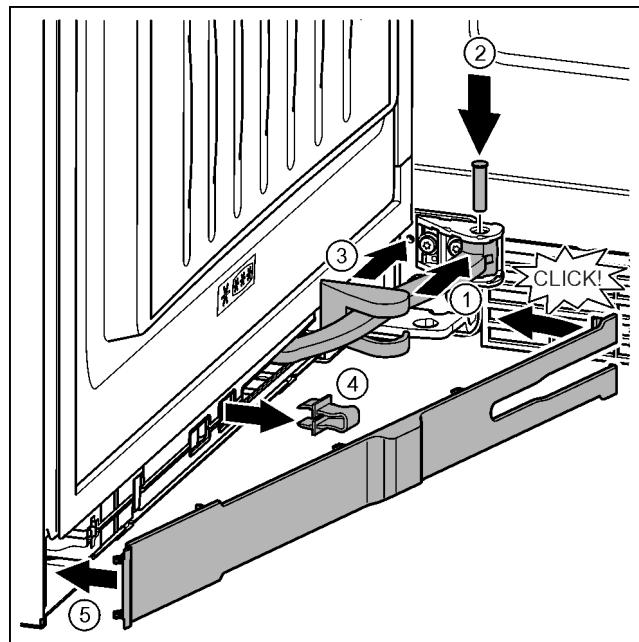

Fig. 46
- Поверніть шарнір у навішуванні. Fig. 46 (1)
- За допомогою викрутки T15 встановіть гвинт в навішування та шарнір. При цьому виступ фіксатора повинен займати правильне положення в пазу. Fig. 46 (2)
- Просуньте кришку опорного кронштейна вздовж шарніра та встановіть її над навішуванням. Fig. 46 (3)
- Зніміть запобіжник. Fig. 46 (4)
- Встановіть накладку з боку ручки та поверніть. Fig. 46 (5)